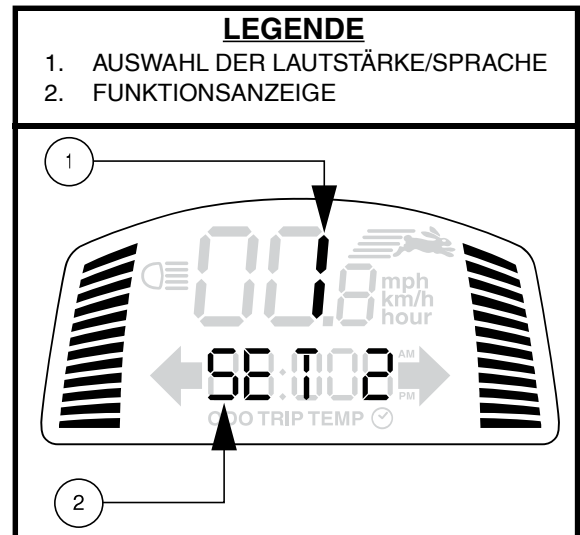

Abb. 5. Anzeige der Lautstärkeeinstellung
**HINWEIS:** Die Blinker sind so eingestellt, dass sie sich nach 15 Sekunden automatisch abschalten. Während der Blinker aktiv ist, ertönt ein Warnton. Siehe Abbildung 5 für die Einstellung der Lautstärke.
*HINWEIS: Wenn die 4-Wege-Blinker blinken, ertönt für die Dauer der eingeschalteten Warnblinker zusätzlich ein Warnton. Siehe Abbildung 5 für die Einstellung der Lautstärke.*
Blinker, Warnblinkanlage, Niederspannung und Fehlermeldungen können sowohl auf Blinken als auch auf Signalton eingestellt werden. Die Hupe ist relaisbetätigt und die Lautstärke kann nicht eingestellt werden. **Siehe Abb. 5.**